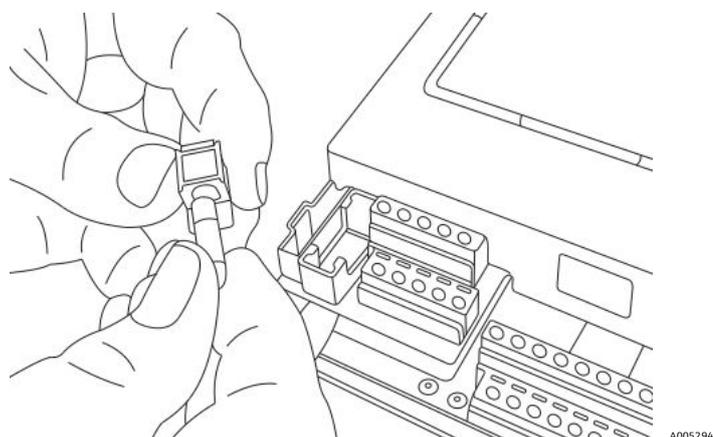

Figura 76. Rimozione del fusibile
4. Togliere il fusibile dal coperchio. Vedere Figura 76.